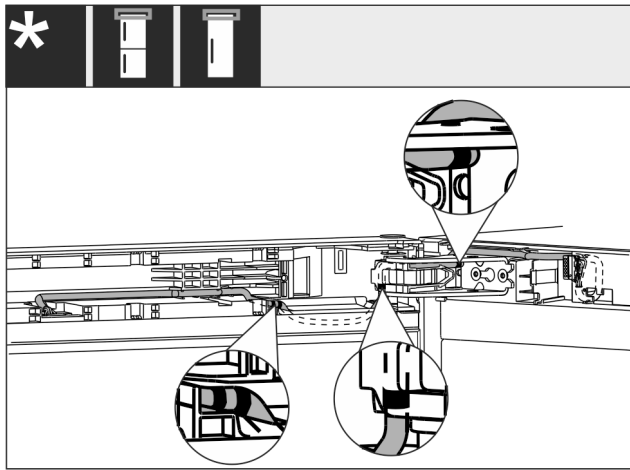

Fig. 37
- A kábelt az ábrán Fig. 37 () látható módon kell elvezetni.